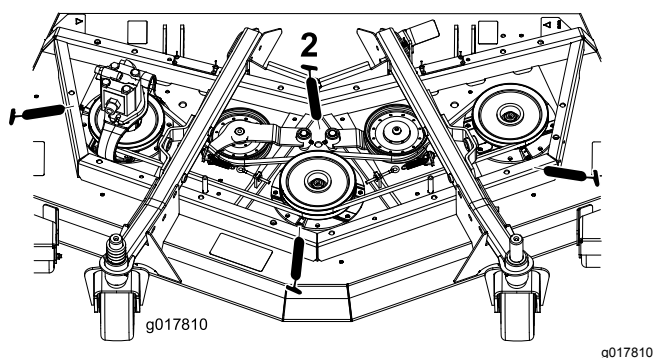

Figura 46
- Três rolamentos do eixo – localizados debaixo da polia (Figura 46)
- Casquilhos da articulação do braço intermédio (Figura 46)